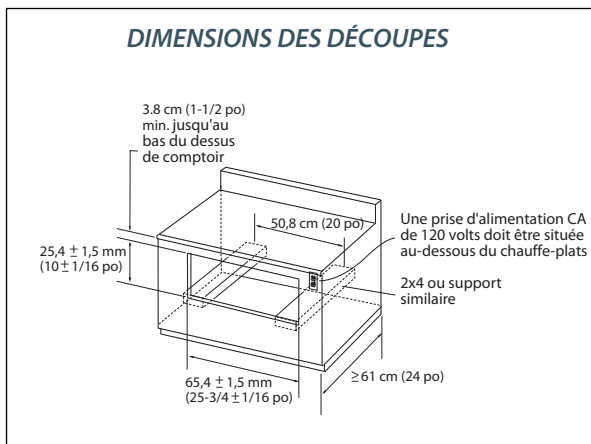

Fig. 04
La profondeur du boîtier, à partir de la bordure extérieure de la face avant jusqu'au fond du boîtier ou au mur, doit mesurer 61 cm (24 po) minimum (voir figure 04).
** Le fonds de l'ouverture doit être fait d'un contre-plaqué assez solide pour supporter le poids du four et sa charge (ou utiliser une construction 2 x 4 - voir fig. 04).